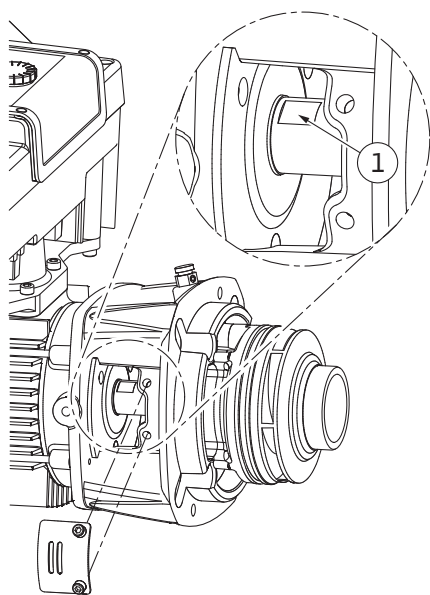

Fig. 106: Cheie fixată pe arbore
14. Introduceți o cheie fixă (deschidere 22 mm), în fereastra piesei intermediare și fixați arborele cu cheia (Fig. 106, Poz. 1). Deșurubați piulița rotorului (Fig. I, Poz. 22). Rotorul hidraulic (Fig. I, Poz. 21) este extras automat de pe arbore.
3. Introduceți o cheie fixă (deschidere 22 mm), în fereastra piesei intermediare și fixați arborele cu cheia (Fig. 106, Poz. 1).
10. Introduceți o cheie fixă (deschidere 32 mm), în fereastra piesei intermediare (Fig. IV, Poz. 38) și fixați arborele cu cheia (Fig. 106, Poz. 1). Montați rotorul hidraulic cu șaiba(e) suport și piulița. Strângeți piulița. Evitați deteriorarea etanșării mecanice prin înțepenire.